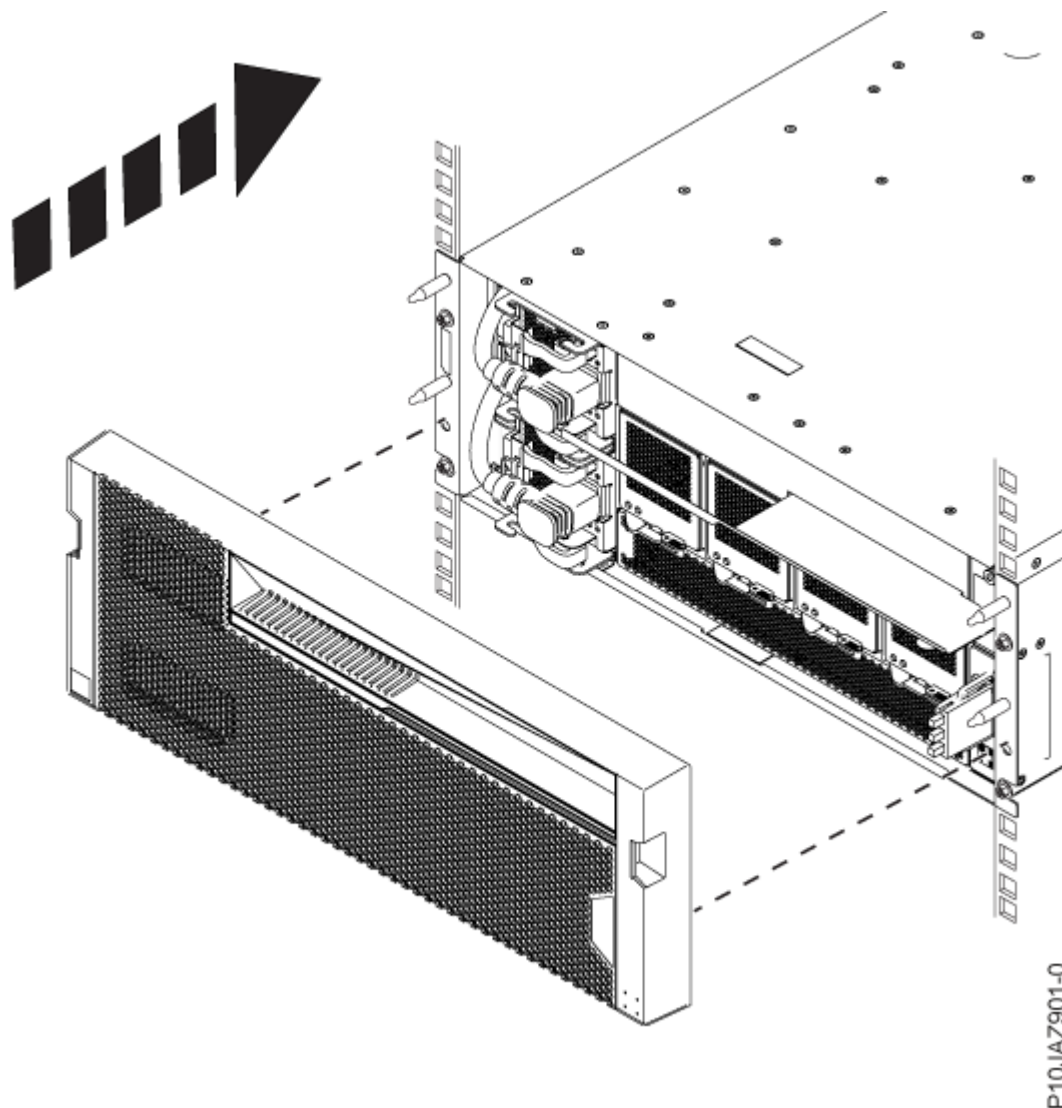

Figure 10. Installation du capot
- a) Alignez le couvercle **(A)** sur les quatre broches situées à l'avant du tiroir **(B)** et appuyez dessus pour le mettre en place, comme indiqué sur le site Figure 10, à la page 15.